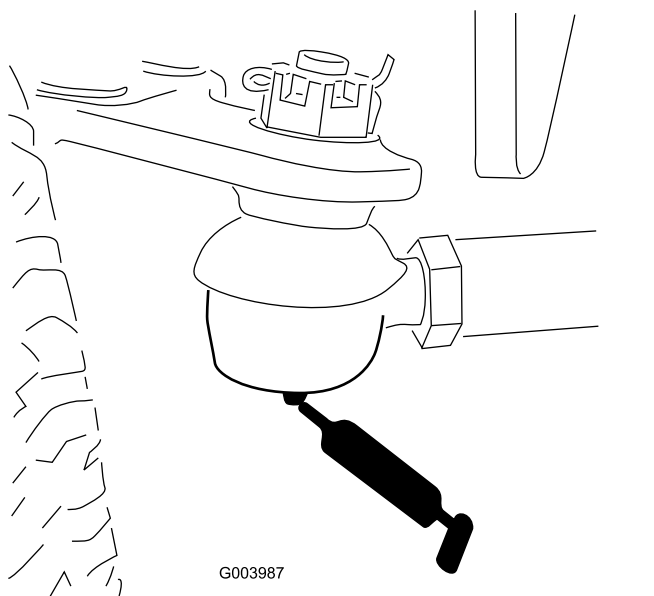

Bild 49
- Spurstange der Hinterachse (2) (**Bild 49**)